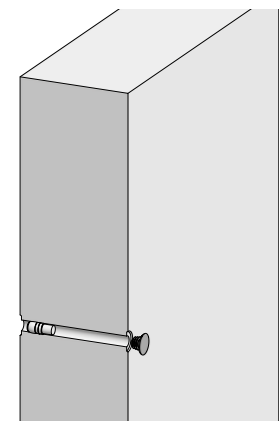

Fig. 78.5
4. Retirer l'outil de pose et reboucher le trou de banche (Fig. 78.5 et page XT-76).